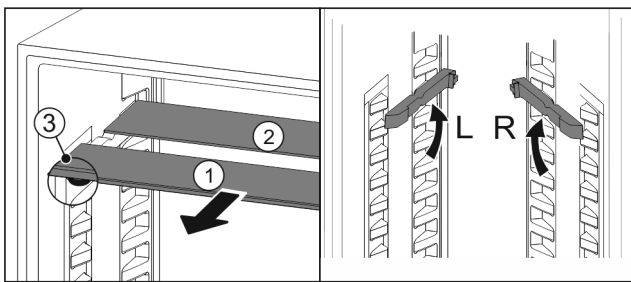

Fig. 93
- Glasplatten einzeln nach vorne herausziehen Fig. 93 (1).
- Glasplatte Fig. 93 (1) mit Zierleiste liegt vorne.
- Stopps Fig. 93 (3) zeigen nach unten.